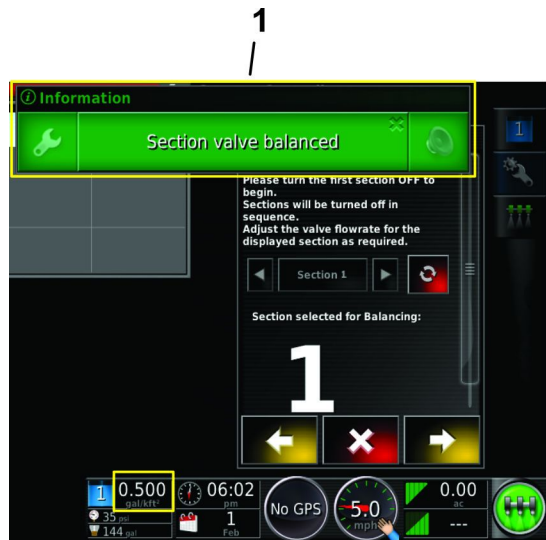

Рисунок 148
7. На дисплее появится сообщение «Клапан секции сбалансирован» и мастер балансировки клапанов автоматически перейдет к следующему клапану секции (Рисунок 148).